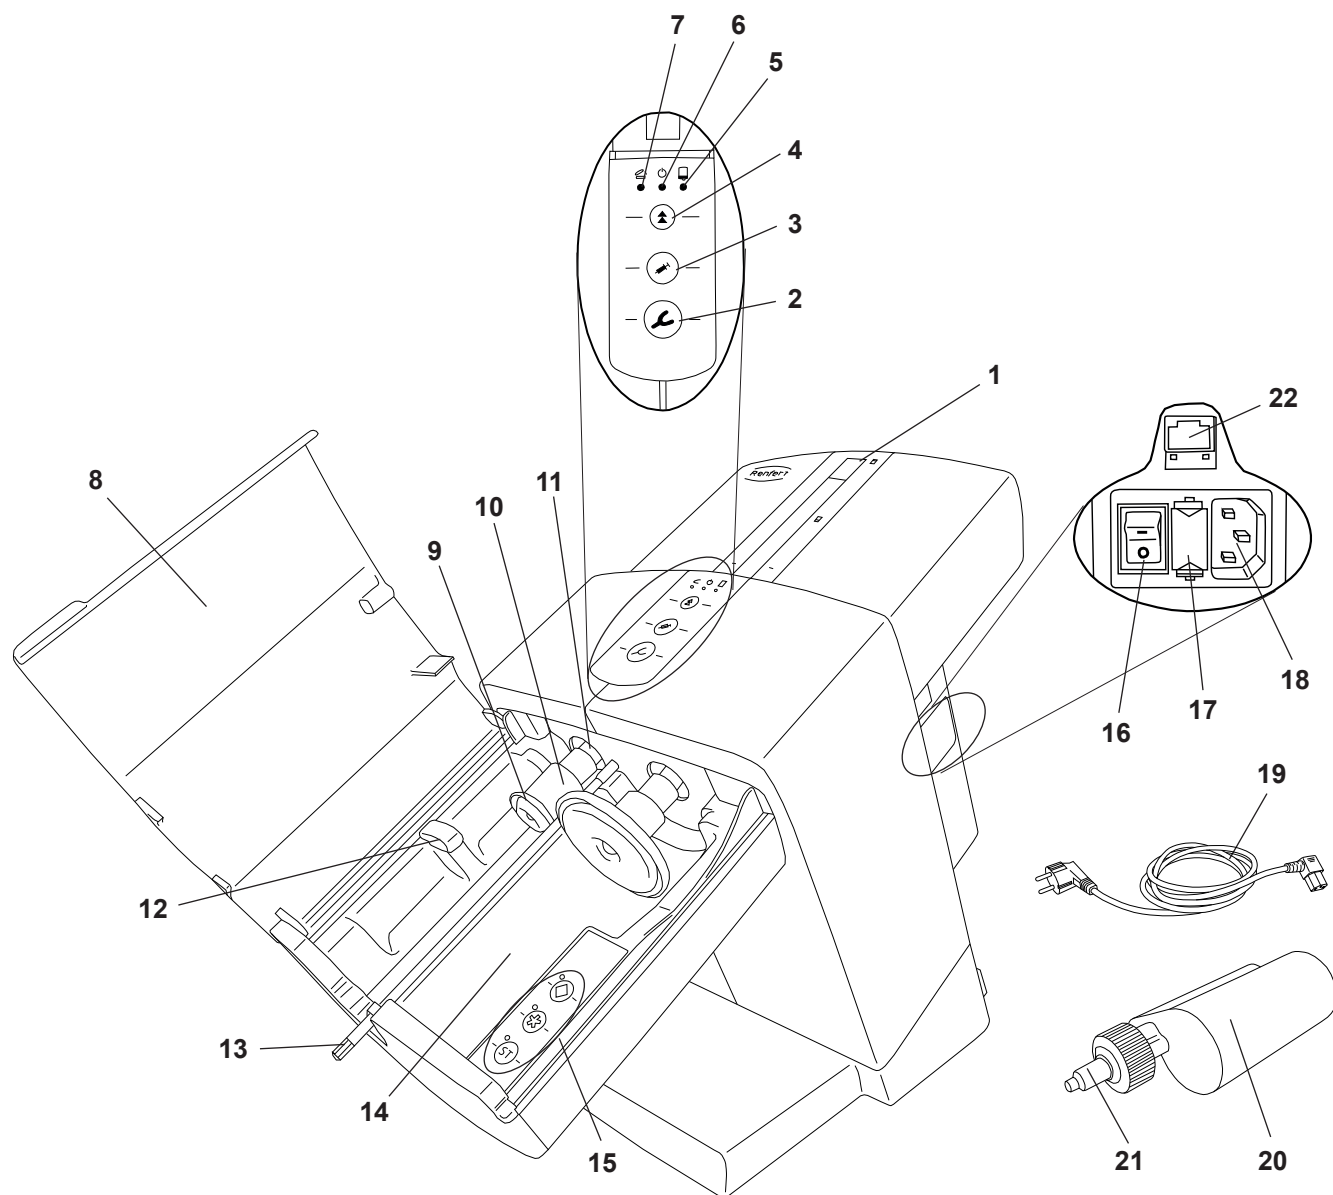

Рис. 1
- ⇒ Подключите прилагаемый кабель питания (19, Рис. 1) к главному гнезду питания (18).
- ⇒ Включите устройство с помощью главного выключателя (16).
- ⇒ Закройте крышку (8, Рис. 1) устройства.
- ⇒ Нажмите кнопку возврата (4).
- ◆ Зажимные диски (9, Рис. 1) возвращаются в исходное положение и останавливаются там.
- ⇒ Снимите транспортировочные крепежи (23).
Укладку и смену картриджа можно осуществлять, только если два зажимных диска (9, Рис. 1) находятся в исходном положении.
⇒ Закройте крышку блока (8, Рис. 1).
⇒ Откройте крышку блока (8, Рис. 1).
⇒ Закройте крышку устройства (8, Рис. 1).
Крышку устройства можно закрыть только при правильно вложенном картридже. Если крышка устройства не закрыта надлежащим образом, светится красный светодиод „Крышка устройства открыта“ (7, Рис. 1).
- Ложка для отпресса (2), высокая скорость выдавливания или
- Диспенсер (3), низкая скорость выдавливания
- ◆ Смесительный шестигранник (13, Рис. 1) начинает вращаться и автоматически входит в смесительное сопло (21, Рис. 1) и потом снова останавливается.